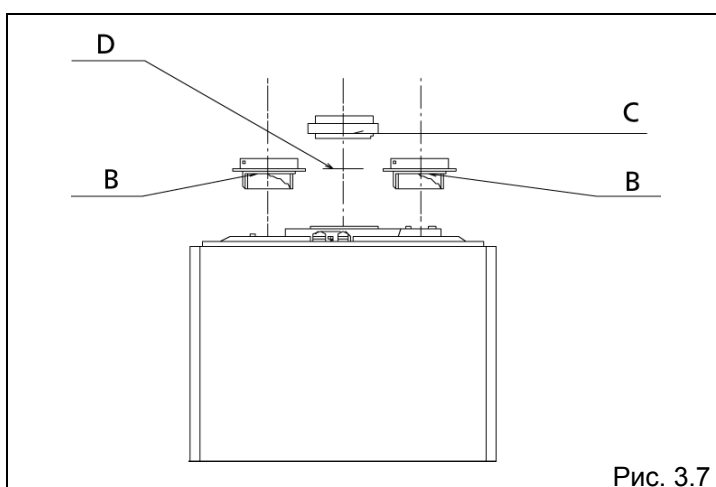

Рис. 3.7
Выход продуктов сгорания (С) расположен по центру котла, воздуховод для всасывания участвующего в горении воздуха можно присоединить к любому из двух входов (В), предварительно необходимо снять защитную заглушку (рис. 3.7).
В таблице приведена максимальная допустимая прямолинейная длина раздельных воздуховодов и дымоходов. Указания по установке фланца дымовых газов (D) даются вместе с оборудованием (рис. 3.7).